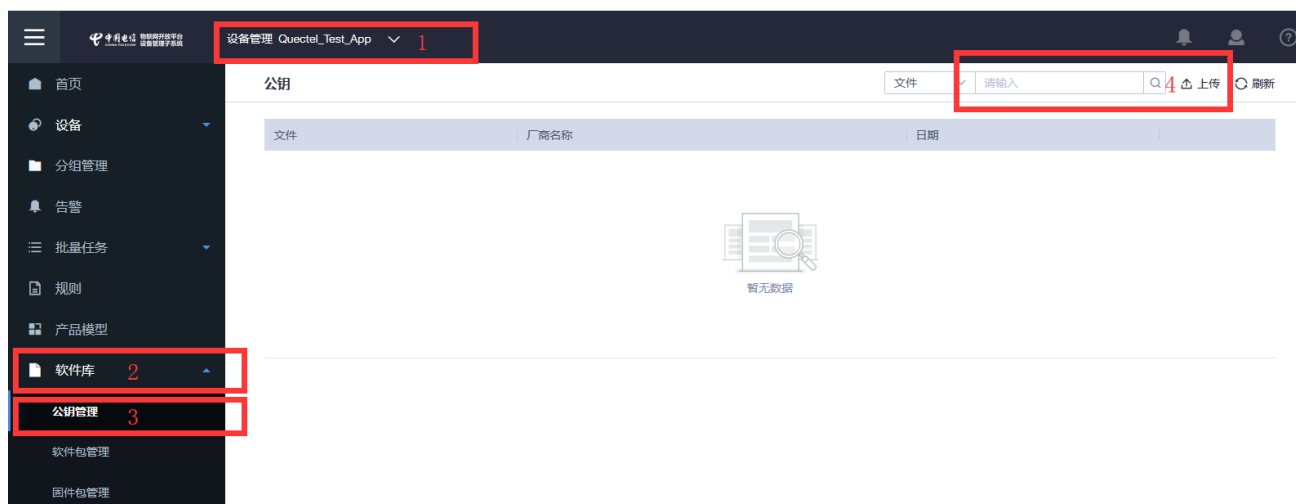

图 6：公钥上传页面路径 2
4. 点击“进行数字签名”，显示“签名成功”，则在差分固件升级包同级目录下将生成带“signed”标志的签名差分固件升级包，如：BC26NBR01A06-BC26NBR01A07_signed.zip。如图 6 所示。